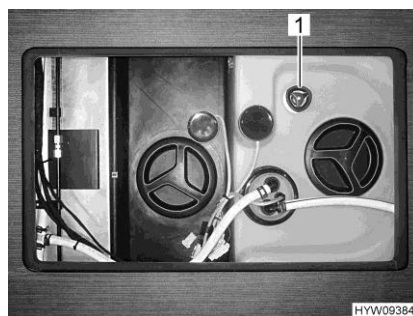

Fig. 193 Maniglia girevole (serbatoio dell'acqua)
- Sul serbatoio dell'acqua, ruotare la maniglia girevole (Fig. 193,1) in senso orario fino all'arresto.
- Sul serbatoio dell'acqua, ruotare la maniglia girevole (Fig. 193,1) in senso antiorario fino all'arresto. L'acqua fuoriesce fino a ca. 20 litri.
- Sul serbatoio dell'acqua ruotare la maniglia girevole (Fig. 193,1) in senso antiorario, oltre la resistenza verso l'esterno fino all'arresto, per aprire completamente l'apertura di scarico.